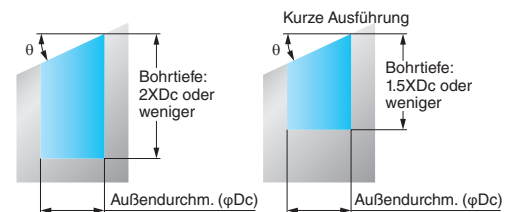

Abb. 1
- Beim Bearbeiten einer Schrägfläche kann es je nach Schrägwinkel erforderlich sein, die Schnittbedingungen anzupassen. (Abb. 1)